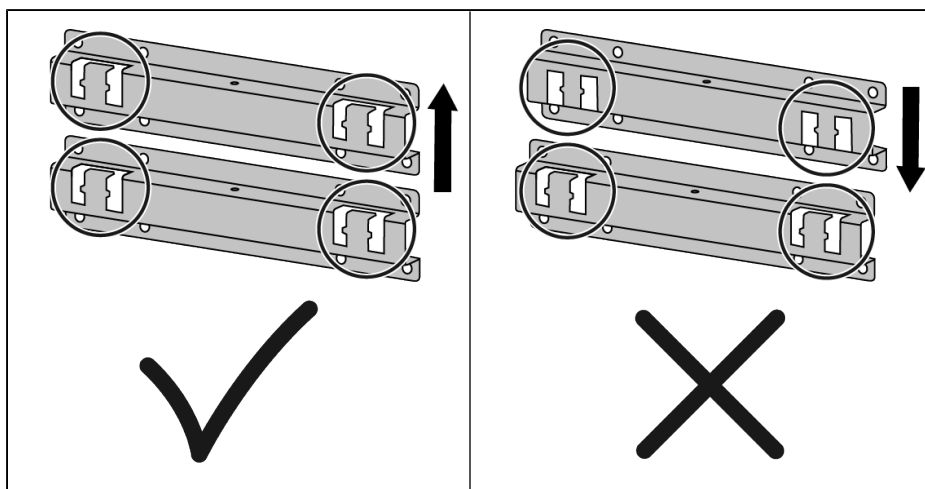
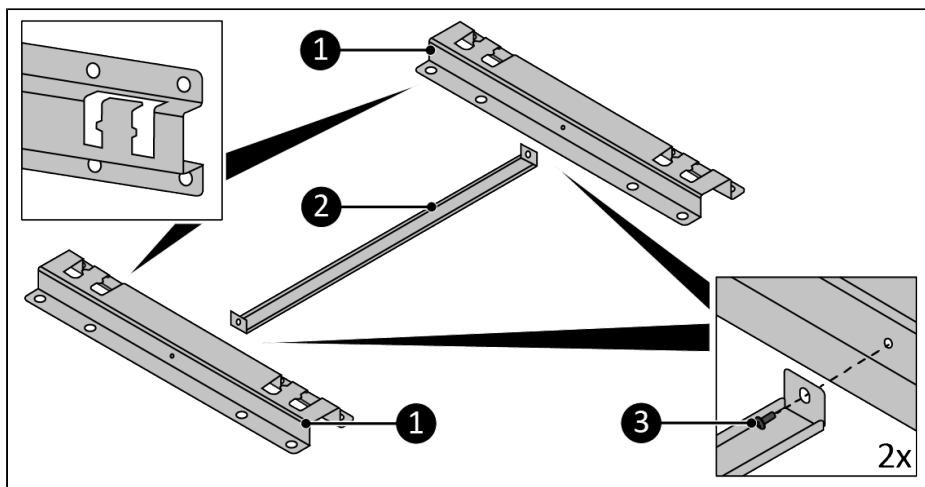

Figure 70.
Figure 71.
Assurez-vous que les ouvertures des supports sont orientées vers le haut, voir Figure 70 et Figure 71 pour référence.
1. Montez l'entretoise (Figure 71, pos. 2) sur les supports (Figure 71, pos. 1) à l'aide des 2 vis M4 12 mm (Figure 71, pos. 3).